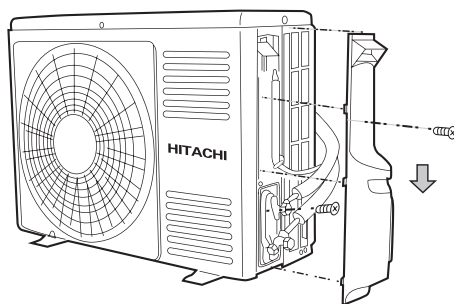
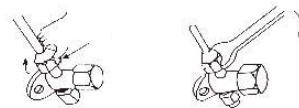

图21
图22
- (1) 将右侧板上边盖拆开。（如图21）
- (2) 将截止阀树脂封帽拆开。
- (3) 在截止阀与管的喇叭口处涂少许润滑油，然后按图22所示拧紧纳嘴。
- (4) 按图22所示用扳手牢固地将纳嘴扳紧，扭矩力按表（5）规定执行。